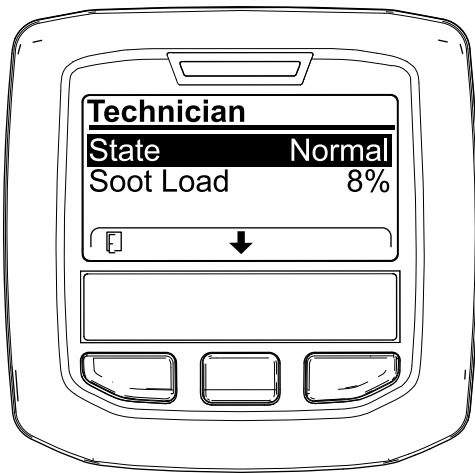

Figure 72
- Reportez-vous au tableau de fonctionnement du FAP pour comprendre l'état actuel de fonctionnement du FAP (Figure 72).